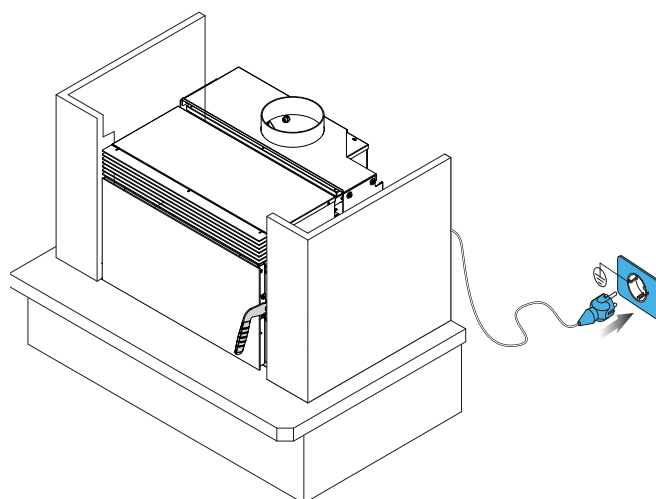

fig. 6.1.15
- 15) Prévoir l'arrivée de la ligne électrique sur l'arrière du poêle et brancher le câble d'alimentation (Fig. 6.1.15).